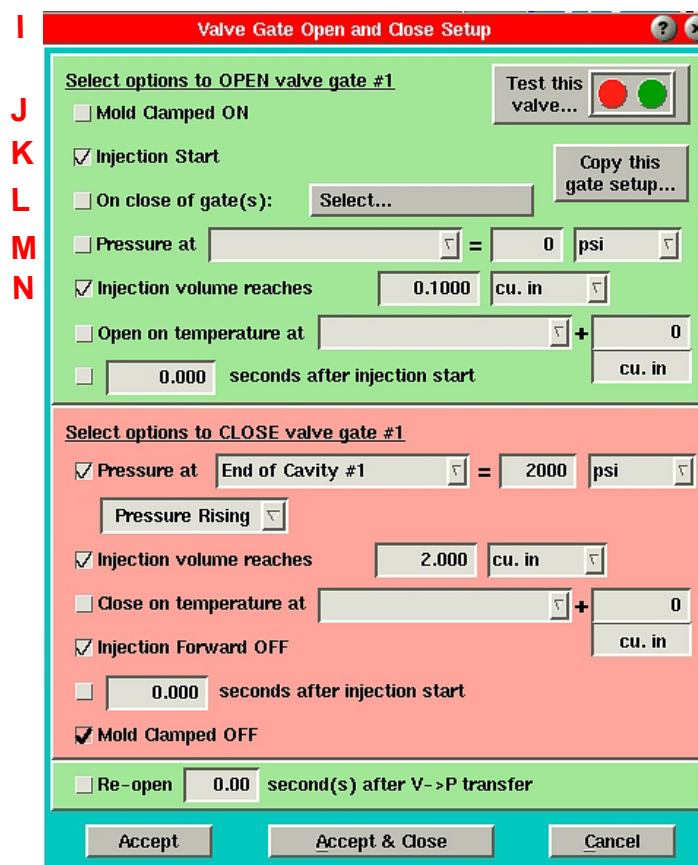

Figura 14: Strumento Impostazione Apertura e Chiusura Otturatori
- E. Chiusura Valvola a Volume:** Quando il volume (da corsa/area vite) raggiunge questo livello, la valvola si chiude. Se il campo è evidenziato in blu, la valvola si è chiusa in base al volume. Il valore in questa colonna viene mostrato nelle unità di misura selezionate nella schermata Controllo Chiusura Otturatori (Figura 14).
- Se il valore è in grigio e non può essere impostato, il controllo Chiusura a Volume non è abilitato. Aprire lo schermo impostazione Otturatori (Figura 14) e controllare la casella "Volume di iniezione raggiunge".
- H. Impostazione:** Ciascun otturatore ha impostazioni separate per i controlli di apertura e chiusura. Si possono impostare facendo clic sul pulsante Impostazioni per ciascun otturatore e scegliendo Controllo Apertura Valvola o Controllo Chiusura Valvola dal menu. Si può inoltre provare il funzionamento dei contatti di controllo dell'otturatore selezionando "Prova questa valvola". (Vedere Figura 14)